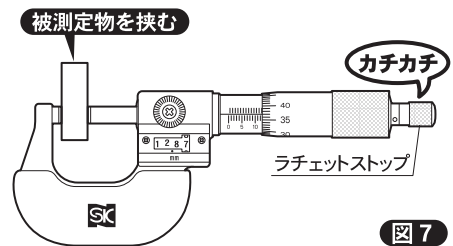

図7
- ①アンビル・スピンドルの測定面を脱脂し、グラスペーパーなどで拭き取って異物が付着していない状態にして下さい。
- ②アンビルとスピンドルの間に被測定物を入れます。
- ③クランプを回してゆるめ、ラチェットストップを持ってシンプルを回し、測定面で被測定物を挟みます。ラチェットが『カチカチ』と鳴った所から1回転半~2回転程回し、停止して下さい。 **図7**
- ④カウンタに大まかな測定値が表示されます。